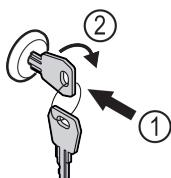

Fig. 152 Ilustratīvs attēlojums
- Iespiediet atslēgu Fig. 152 (1).
- Grieziet atslēgu par 90° pulksteņrādītāja virzienā Fig. 152 (2).